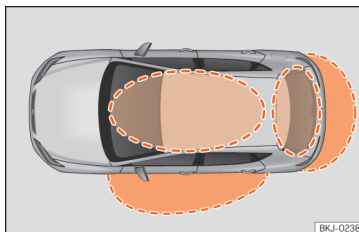
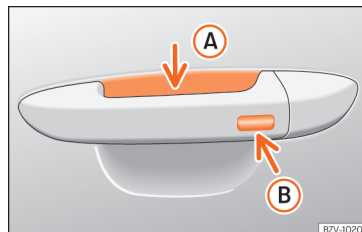

Fig. 83 Keyless Access: zonas de proximidade.
Fig. 84 Manípulo da porta: superfícies sensoras
» » Fig. 84
O Keyless Access é um sistema de fecho e arranque sem chave com o qual se pode destrancar e trancar o veículo sem utilizar ativamente a chave do mesmo. Para isso, só é necessário que exista uma chave do veículo válida na zona de deteção correspondente à tentativa de acesso ao veículo » » Fig. 83 e tocar numa das superfícies sensoras dos manípulos das portas » » Fig. 84 » » .
Se se encontrar uma chave válida numa das zonas próximas » » » **Fig. 83**, o sistema de fecho e arranque sem chave Keyless Access confere à referida chave direitos de acesso quando se toca numa das superfícies sensoras dos manípulos das portas dianteiras.
- Agarre no manípulo da porta do condutor. Ao fazê-lo, toca-se na superfície sensora » » » **Fig. 84 (A)** (seta) do manípulo e destranca-se o veículo.
- Toque *uma vez* na superfície sensora de trancagem » » » **Fig. 84 (B)** (seta) do manípulo da porta do condutor. A porta cujo manípulo se aciona deverá estar fechada.
- Toque *uma vez* na superfície sensora » » » **Fig. 84 (B)** (seta) do manípulo da porta do condutor. O veículo é trancado com o sistema de segurança «Safe» » » » **Página 110.** A porta cujo manípulo se aciona deverá estar fechada.
- Toque *duas vezes* na superfície sensora » » » **Fig. 84 (B)** (seta) do manípulo da porta do condutor para trancar o veículo sem ativar o sistema de segurança «Safe» » » » **Página 110.**
Quando o veículo está trancado, a porta da bagageira destranca-se automaticamente ao abri-lo se numa zona próxima »» Fig. 83 se encontrar uma chave do veículo válida.
- Pressione o botão de fecho  do comando à distância e toque uma vez, dentro dos 5 segundos seguintes, na superfície sensora de bloqueio do manípulo da porta do condutor »» Fig. 84 . Não agarre o manípulo da porta, caso contrário o veículo não trancará.
Para **fechar com a função de conforto** todas as janelas elétricas, mantenha um dedo durante uns segundos sobre a superfície sensora de trancagem »» Fig. 84  (seta) do manípulo da porta até que se tenham fechado.
caso existisse alguma chave do veículo válida na zona próxima. Se, pelo menos, uma das janelas com acionamento elétrico estiver aberta e se se ativar a superfície sensora »» Fig. 84 (B) (seta) de um dos manípulos de forma permanente, fechar-se-ão todas as janelas.